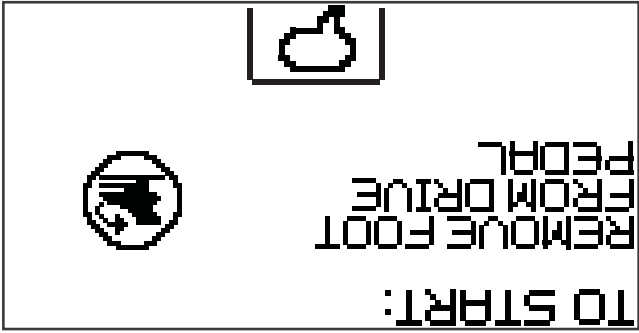

Figure 5-4
5. Retirez le pied de la pédale d'accélérateur s'il s'y trouve. Voir la Figure 5-4.